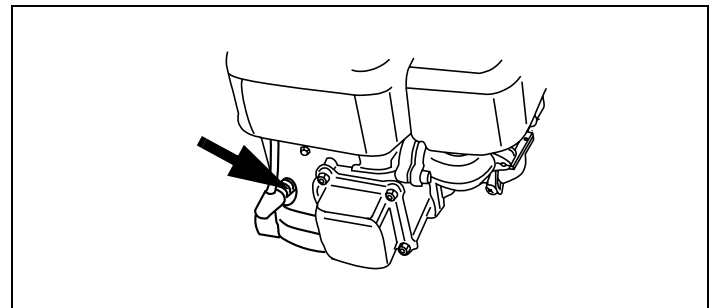

Figure 27. Raccordement typique de bougie
- Reliez le fil de bougie à la tige de mise à la terre s'il y a lieu. Voir la Figure 27.
8. Retirez le chiffon qui bouchent l'orifice de bougie et installez la bougie. Voir la Figure 27.